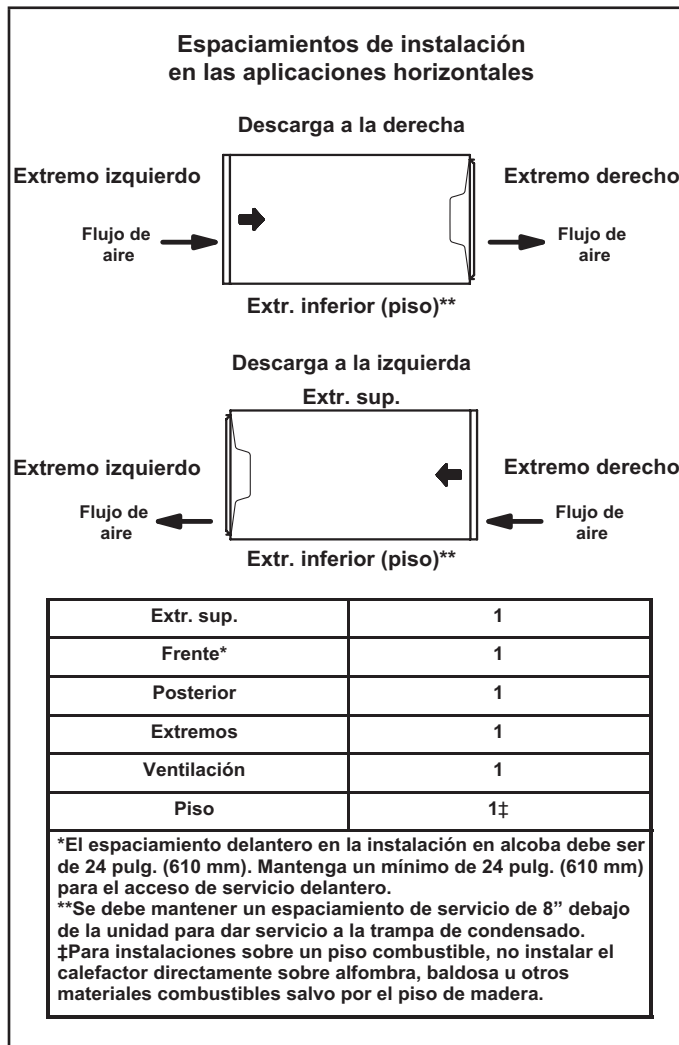

Figura 17
El calefactor EL195UHNE se puede instalar en aplicaciones horizontales con descarga de aire a la derecha o a la izquierda. Consultar la Figura 17 con respecto a los espaciamientos en las aplicaciones horizontales
- 1 - Seleccione la ubicación de la unidad teniendo en cuenta el espaciamiento de servicio y otros espaciamientos necesarios. Ver la Figura 17.